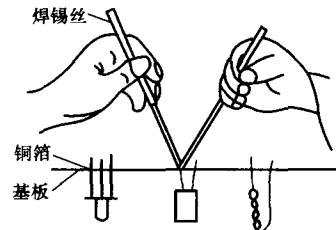

图 1-12 点锡焊接方法
(2) 点锡焊接法 把准备好的元器件插入印制电路板的焊接位置。调整好元器件的高度，逐个点涂上焊剂，右手握着电烙铁（采用握笔式），将烙铁头的刃口放在元器件的引线焊接位置，固定好烙铁头刃口与印制电路板的角度。左手捏着焊锡丝，用它的一端去接触焊点位置上的烙铁刃口与元器件引线的接触点，根据焊点的大小来控制焊锡的多少。这种点锡焊接方法必须是左、右手配合，如图 1-12 所示，才能保证焊接的质量。